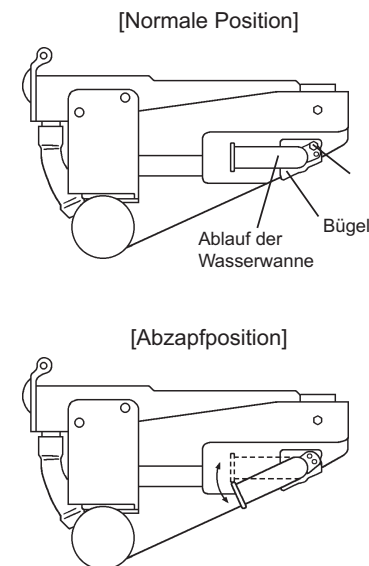

Abb. 10
- 4) Das Ablaufrohr des Wassertanks in die Abzapfposition bringen. Siehe Abb. 10.